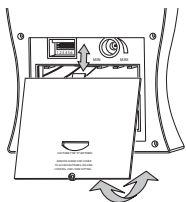

Figura 3
3. Retire el tornillo del compartimiento de la batería en la campana. Usando la aleta para dedo incluida, deslice la tapa hacia abajo y levántela para retirarla (Vea la Figura 3).